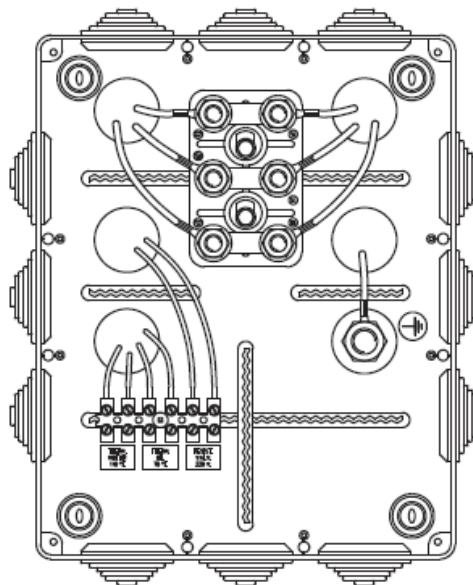

Fig. 5 Scatola dei collegamenti per centralina standard
- La scatola della centralina standard comprende (vedi Fig. 5):